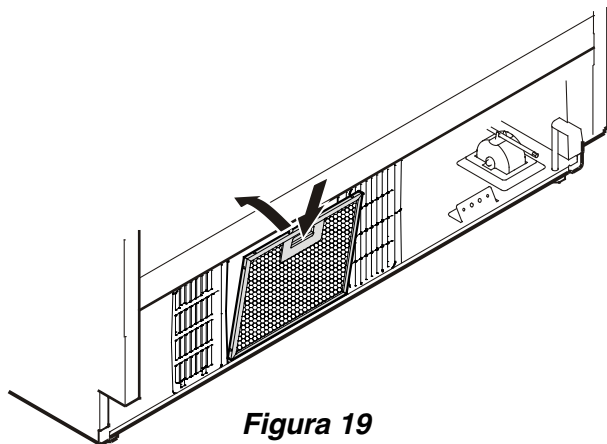

Figura 19
Montaje de la rejilla de aireación - Figura 19, 20
2. Retire la película protectora azul del filtro de polvo provisto e inserte el filtro en la abertura en el área del zócalo según se muestra en la **Figura 19**. Añada el filtro en la parte inferior, presione el botón y empuje hasta que haga clic.